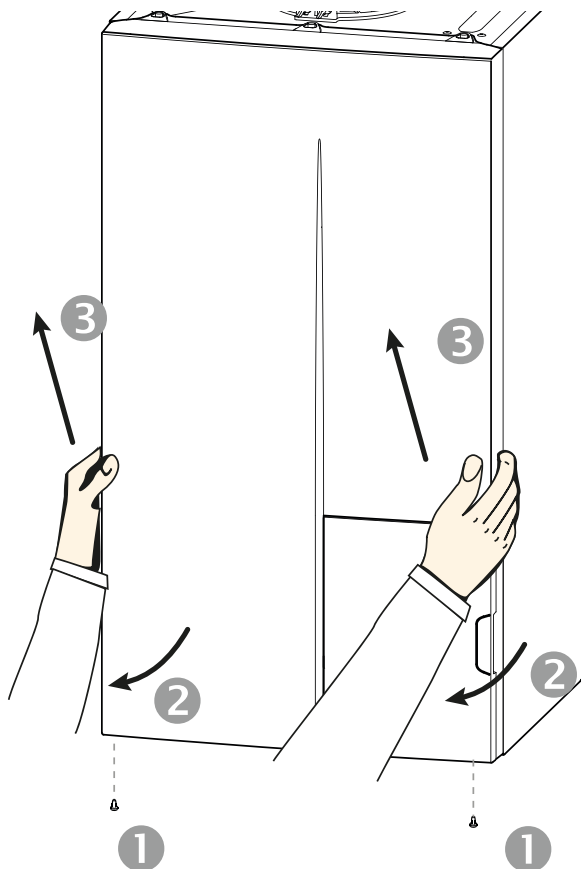

fig. 32 - Neem de voorkant af.
- Neem de voorkant af (fig. 32, bladzijde 47).